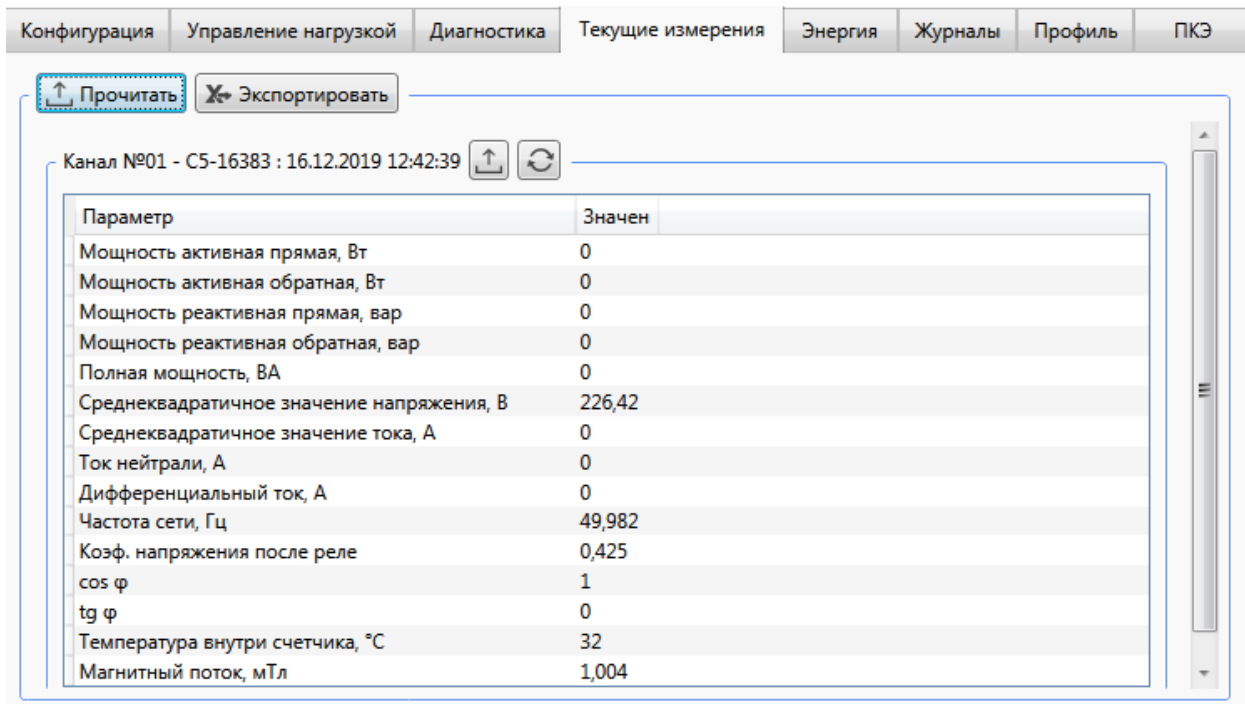

Рисунок 9.43 – Просмотр данных текущих измерений
9.6.2.1 Для просмотра данных текущих измерений необходимо перейти на вкладку *Измерения текущие* ленты параметров, нажать кнопку *Прочитать* (рисунок 9.43).